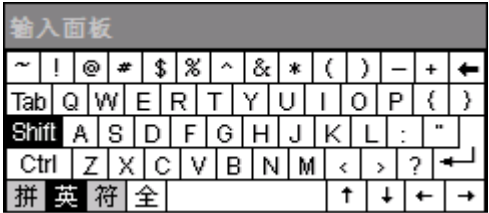

图 4-3
(1) 双击软键盘上的 **Shift** 键后，可持续输入大写字母直至再次点击 **Shift** 键后恢复到小写字母输入状态（见图 4-3）。
(2) 点击软键盘上的 **Shift** 键后，软键盘被切换至大写字母输入状态，当输入一个字母后，软键盘会自动恢复至小写字母输入状态（见图 4-3）。
需要输入符号时，可点击软键盘上的 **Shift** 键后，选择相应的符号，并在符号输入完成后再次点击 **Shift** 键恢复到正常输入状态（见图 4-3）。